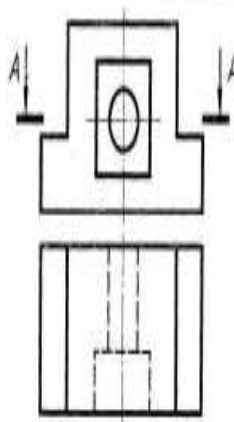

Рис. 4.10
2. Накреслити горизонтальний розріз А-А (рис. 4.10).